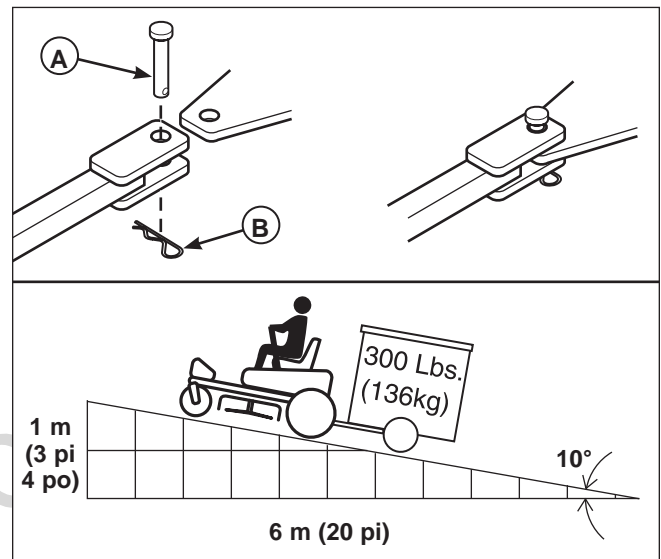

Figure 10. Recommandations de poids de remorque
Le poids maximum d'une remorque tractée doit être inférieur à 138 kg (300 lbs). Fixer la remorque avec une goupille de remorquage de taille appropriée (A, figure 10) et d'un clip (B).